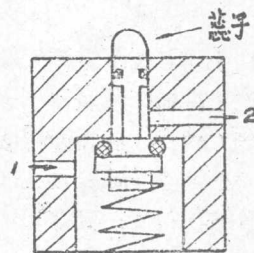

图 4-4
(2) 掀钮式发信装置, 如图4-4所示。其原理为: 当气缸往复运动时, 气缸活塞杆上凸起部分, 如压着芯子时, 气路1与2接通, 信号有输出; 如没有压着芯子, 则气路1与2不通, 信号无输出。